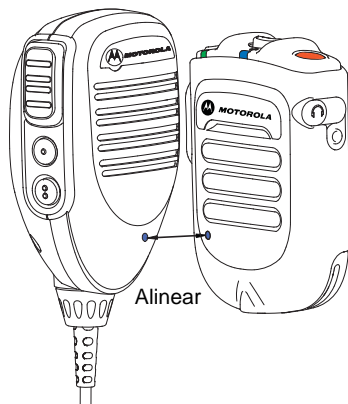

Figura 2.10: Emparejamiento de su WRSM
- 2 Coloque el punto azul (punto de conexión segura) en el WRSM a 2,5 centímetros (una pulgada) de distancia del punto azul (punto de conexión segura) del gateway del micrófono móvil. Consulte la Figura 2.10.